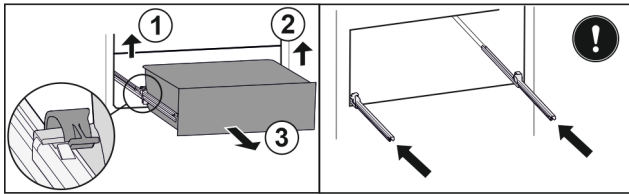

Fig. 106
- ▶ Nosta vasenta pidikettä ja vedä samalla vetolaatikkoa vasemmalta eteenpäin. Fig. 106 (1)
- ▶ Nosta oikeanpuolista pidikettä ja vedä samalla vetolaatikkoa oikealta eteenpäin. Fig. 106 (2)
- ▶ Poista vetolaatikko vetämällä sitä eteenpäin. Fig. 106 (3)